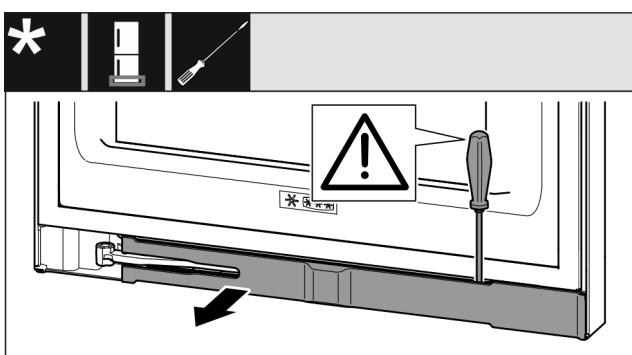

Fig. 13
► За допомогою шліцевої викрутки звільніть від фікатора та поверніть убік накладку Fig. 13 (0).